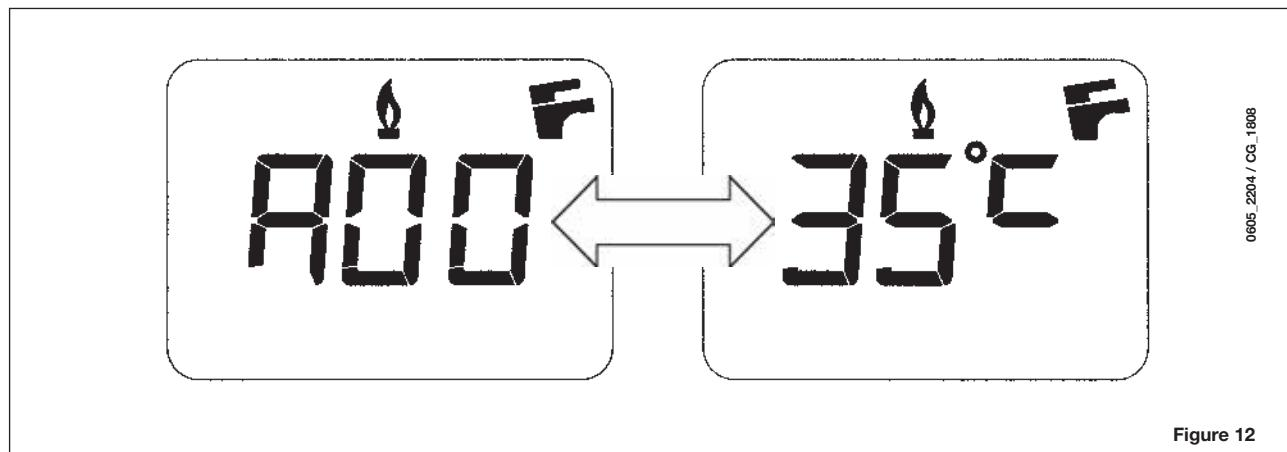

Figure 12
N.B.: lorsque la fonction “INFO” est activée, le message “A00”, s'affiche à l'écran en alternance avec la température de sortie de la chaudière de livraison (figure 12) :